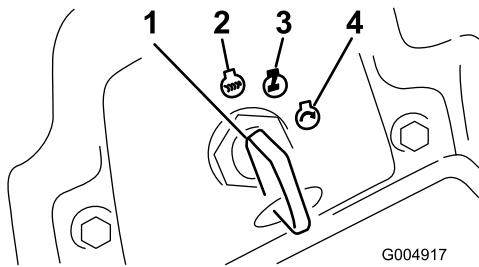

Figura 17
- Girate la chiave di accensione in senso orario, in posizione di marcia (Figura 17).
3. Girate la chiave di accensione in posizione Off (Figura 17). Attendete che tutte le parti in movimento si siano fermate, prima di lasciare il posto di guida.